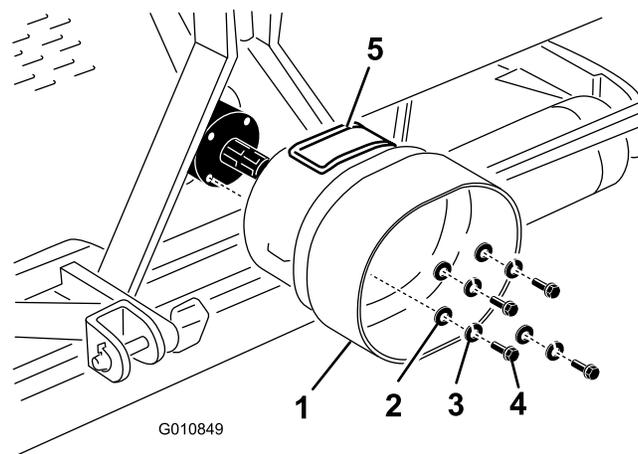

Figura 19
2. Montate la protezione della presa di forza sulla trasmissione dell'arieggiatore con i dispositivi di montaggio precedentemente rimossi (Figura 19). Quando montate la protezione della presa di forza assicuratevi che lo sportellino di accesso (Figura 19) si trovi sulla parte superiore o su un lato, a seconda della struttura dell'arieggiatore.
Nota: È possibile aprire lo sportellino di accesso (Figura 19) per facilitare l'operazione di rimozione e fissaggio dei dispositivi di montaggio dell'albero della presa di forza.
1. Rimuovete i 4 bulloni, le 4 rondelle di bloccaggio e le 4 rondelle piane fissate sulla parte posteriore della trasmissione della presa di forza dell'arieggiatore (Figura 19).